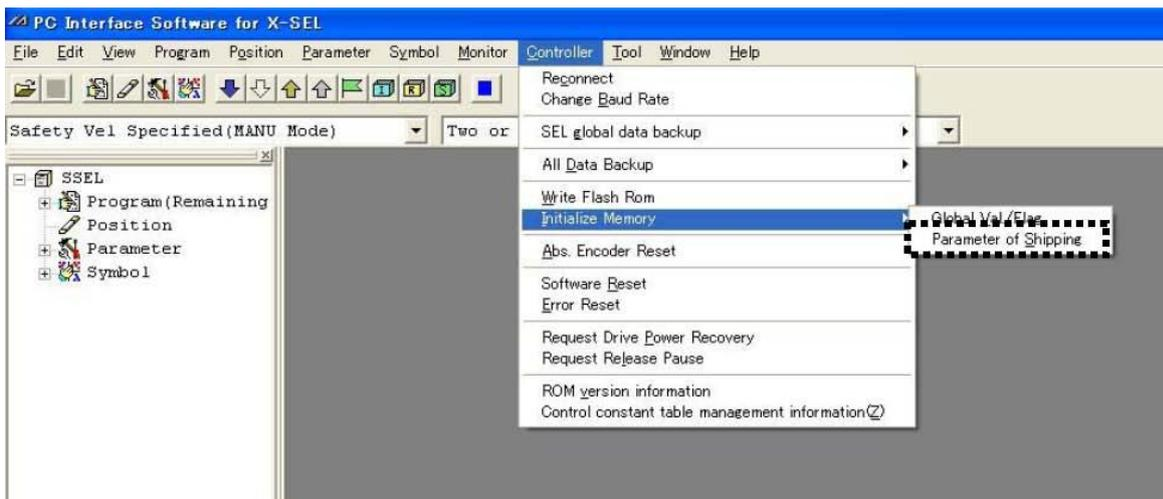

图 8.21 菜单栏 (参数初始化(出厂值): SSEL 的显示示例)
- (2) 在所显示的密码输入画面上输入密码(5119)后，在**存储初始化**菜单上将显示“Parameter of Shipping”(图 8.21)。